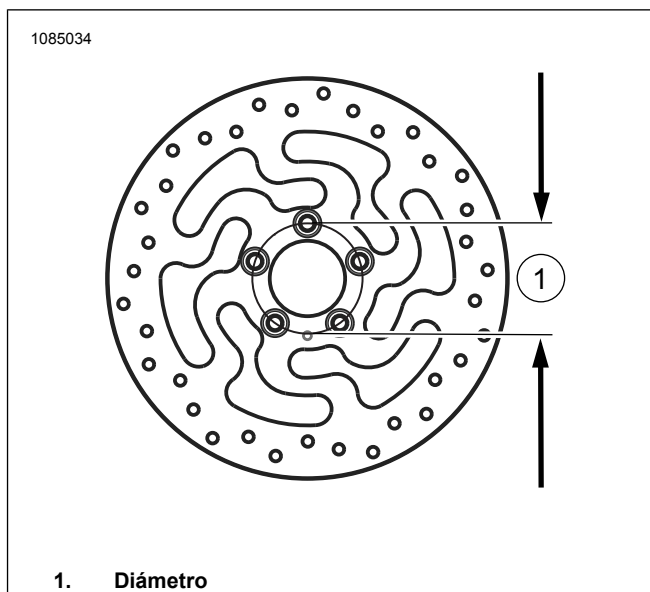

Figura 1. Diámetro del agujero de montaje del disco
1. Vea la Figura 1. Extraiga y desarme el conjunto de la rueda delantera existente. Si el diámetro del disco del freno delantero no mide 3,25 pulg., deseche los discos. Guarde el eje, la tuerca del eje y los espaciadores de rueda para la instalación del kit. Vea el manual de servicio.